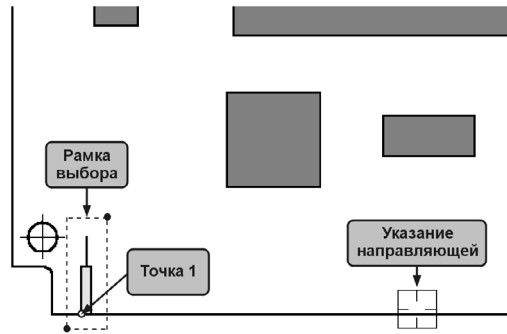

Рис. 39.15. Выбор объекта копирования
1. Увеличьте участок платы, как это показано на рис. 39.15.